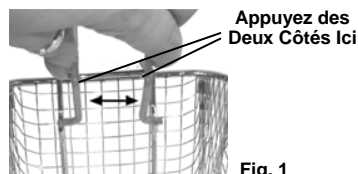

Fig. 1
1. Insérez la partie métallique de la poignée dans le support métallique du panier à friture. (Fig. 1)